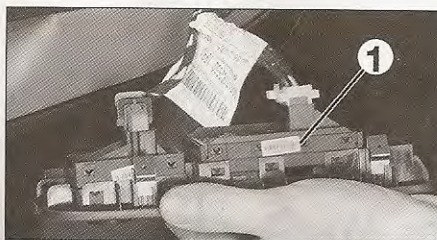
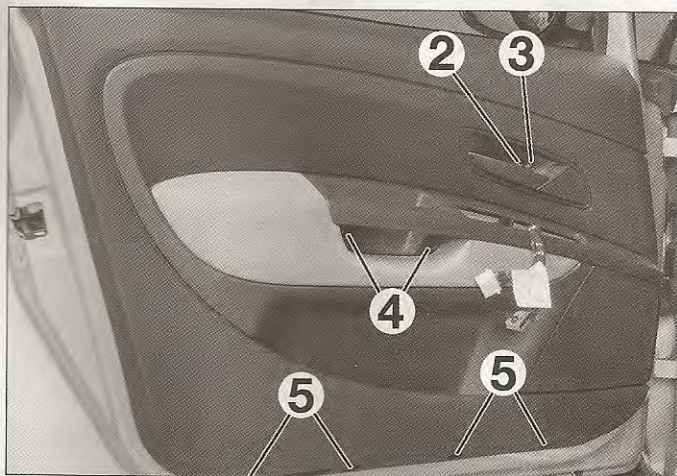

FIG. 44
FIG. 45
- Levantar el bloque de los mandos (1) de los elevalunas y de reglaje de los retrovisores eléctricos (fig. 44).
- Desconectar el bloque de mandos (1) y desmontarlo.
- la tapa (2) detrás de la empuñadura interior de apertura de la puerta (fig. 45).
- el tornillo de fijación superior (3) de la guarnición de puerta.
- los 2 tornillos de fijación (4) a la altura de la empuñadura de puerta.
- los tornillos de fijación inferiores (5) de la guarnición de la puerta.